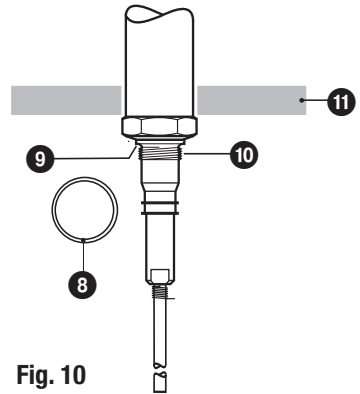

Fig. 10
2. Beiliegenden Dichtring ⑧ auf die Dichtfläche des Gewindestutzens oder des Flanschdeckels legen. **Fig. 10**
3. Elektrodengewinde ⑩ mit einer geringen Menge temperaturbeständigem Siliconfett bestreichen (z.B. WINIX® 2150).